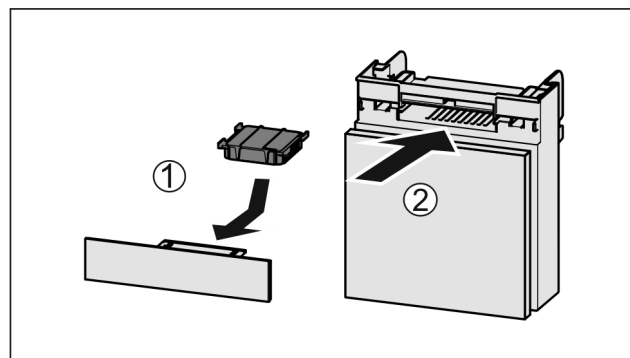

Fig. 89
- ▶ Wkładać Fig. 89 (1) filtr z węglem aktywowanym zgodnie z ilustracją.
- ▶ Gdy filtr z węglem aktywowanym jest skierowany w dół: Wsunąć komorę Fig. 89 (2).